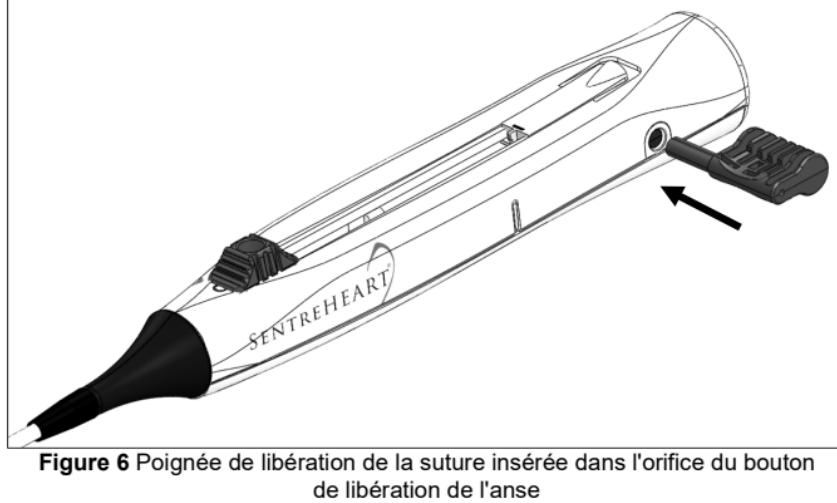
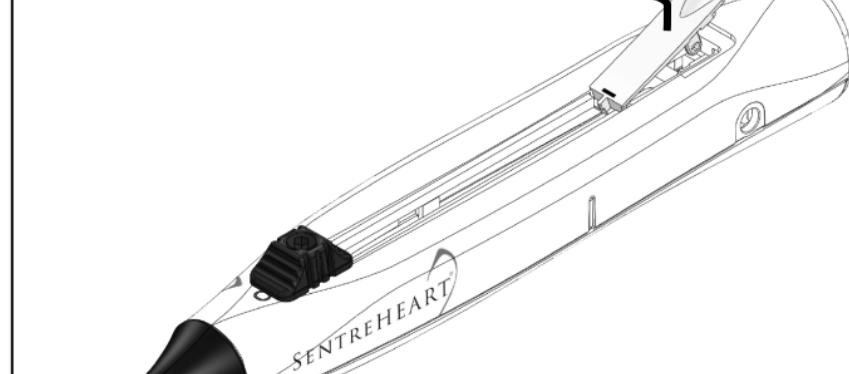
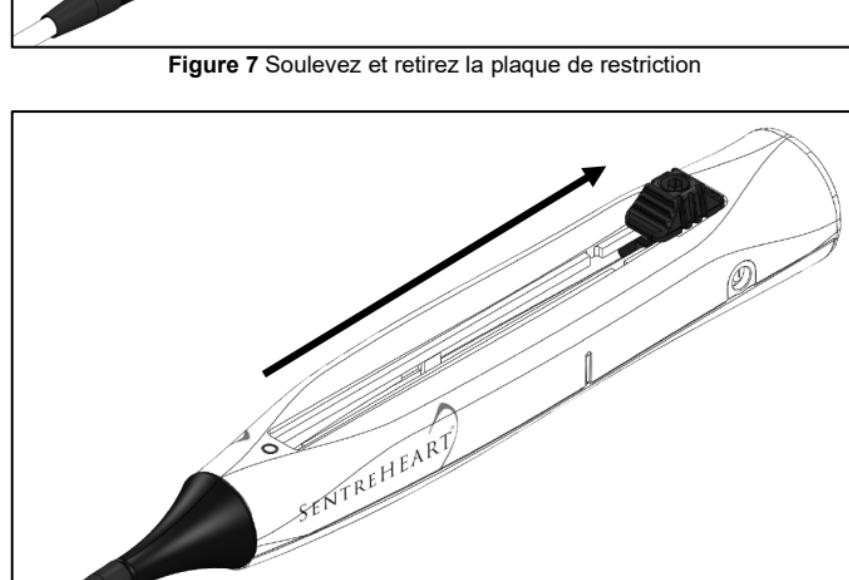

Figure 6 Poignée de libération de la suture insérée dans l'orifice du bouton de libération de l'anse
Figure 7 Soulevez et retirez la plaque de restriction
Figure 8 Tirez le bouton d'actionnement de l'anse jusqu'au bout
21. S'il est impossible de libérer le dispositif des contraintes anatomiques, saisissez la poignée de libération de la suture et insérez-la entièrement dans l'orifice du bouton de libération de l'anse situé sur le côté de la poignée, comme indiqué à la figure 6, pour libérer la boucle de l'anse. Continuez à maintenir l'extrémité contre le tissu et retirez la plaque de restriction, comme indiqué à la figure 7. Pour finir, tirez le bouton d'actionnement de l'anse vers vous jusqu'au bout, comme indiqué à la figure 8.
REMARQUE - Vérifiez que la plaque de restriction a été entièrement retirée (cf. figure 7). Au besoin, réinsérez la poignée de libération de la suture dans l'orifice du bouton de libération de l'anse.